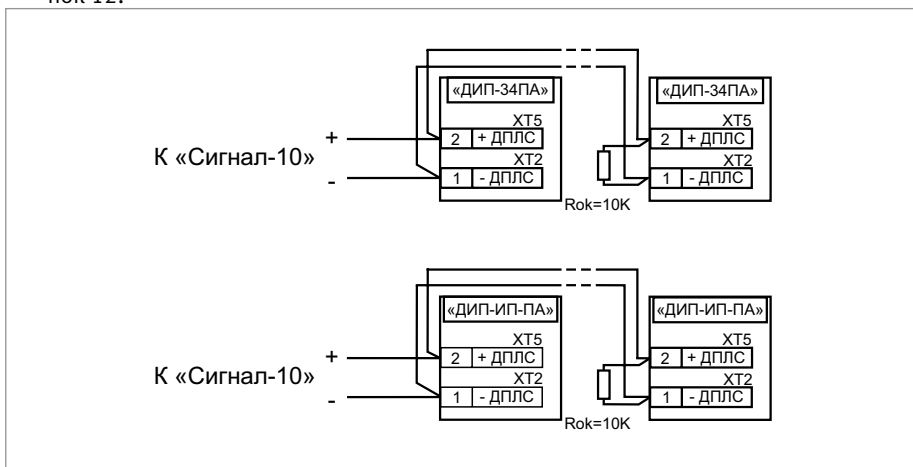
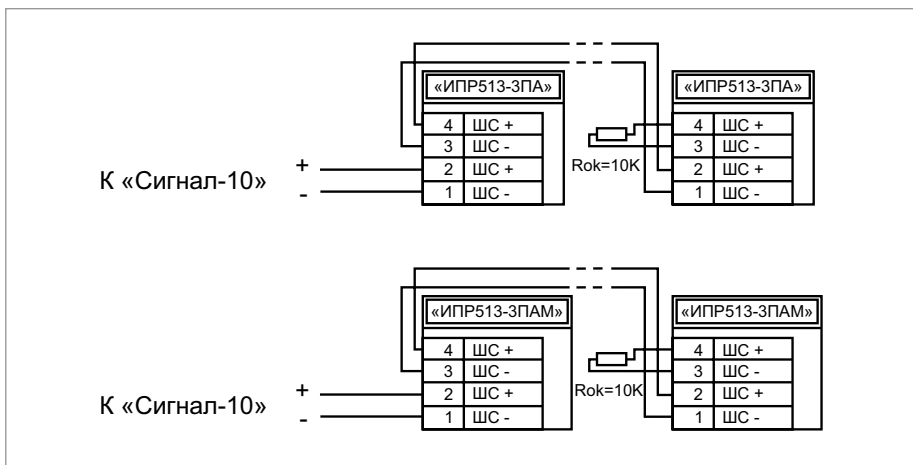

Рисунок 11. Схема подключения извещателей «ДИП-34ПА», «С2000-ИП-ПА»
Рисунок 12. Схема подключения извещателей «ИПР513-ЗПА», «ИПР-513-ЗПАМ»
6. Схемы подключения адресно-пороговых датчиков приведены на Рисунок 11, Рисунок 12.